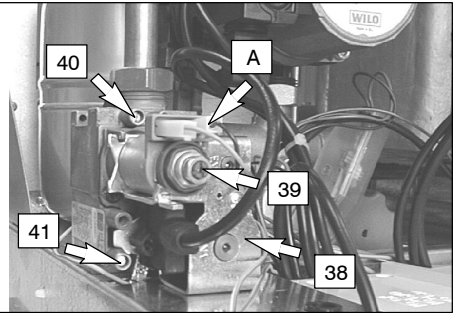

fig. 7.2
Después de cualquier medición de las presiones de gas, **cerrar debidamente** las tomas de presión utilizadas (41 y 40 en la fig. 7.2). Además, después cada operación de regulación gas, los órganos de regulación de la válvula gas tienen que ser sellados.
- 2 Con la caldera apagada (fuera de servicio), controlar la presión de alimentación, utilizando la toma de presión a la entrada de la válvula de gas 41 en la fig. 7.2 y comparar el valor leído con aquéllos indicados en la tabla **Presiones de alimentación de gas** en pág. 10, 12
- 4 Abrir la toma de presión a la salida de la válvula de gas 40 en la fig. 7.2 y conectar un manómetro.
Para ajustar la presión hacia el quemador, hace falta actuar sobre la tuerca de latón del actuador modulante 39 en la fig. 7.2
- 8 Desconectar el hilo de alimentación "A" del actuador modulante 39 cuidando que no llegue a tocar las piezas metálicas de la caldera fig. 7.2
Para ajustar la presión hacia el quemador, hace falta actuar sobre la tuerca de plástico, sujetando la tuerca de latón del actuador modulante 39 en la fig. 7.2
10 Volver a conectar el hilo de alimentación "A" del actuador modulante fig. 7.2
11 Cerrar la toma de presión 40 en la fig. 7.2